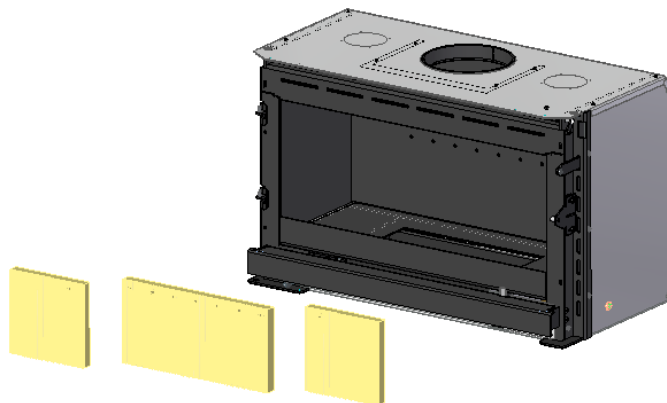

Figura 42 – Remoção das peças posteriores em vermiculite do equipamento
4. Remova as 3 peças das costas deslocando para o frontal do equipamento e posterior para o exterior do equipamento, ver Figura 42.